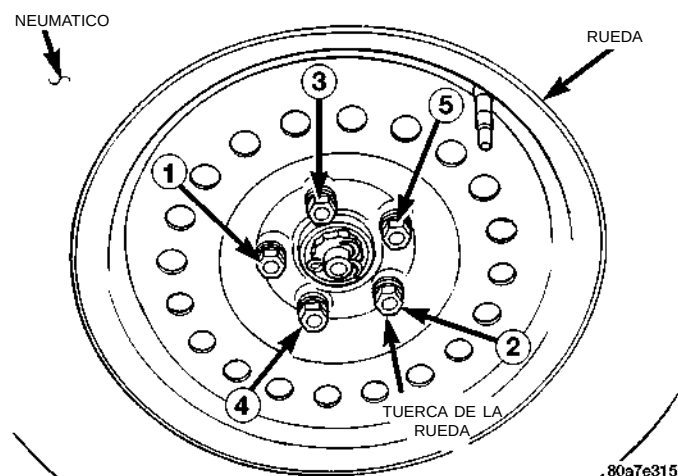

Fig. 14 Secuencia para apretar las tuercas de la rueda
la maza. Instale y **apriete levemente** las tuercas de la rueda en la secuencia correcta (Fig. 14).
(2) Apriete progresivamente las 5 tuercas de la rueda en la secuencia correcta (Fig. 14) hasta alcanzar la mitad de la torsión especificada. Después apriete las tuercas de la rueda en la secuencia correcta, con una torsión de 135 N·m (100 libras pie).